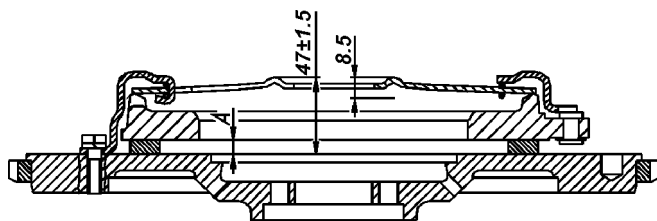

Рис. 5.5. Проверка положения лепестков пружины и нажимного усилия:
Положение педали выключения сцепления регулируется изменением длины толкателя 13 (рис. 5.5) главного цилиндра выключения сцепления. Полный ход педали сцепления должен быть 130 ± 20 мм. Свободный ход (5-8 мм) обеспечивается конструкцией сцепления и не регулируется.
2. Закрепите диск на плите или маховике (рис. 5.5), равномерно по окружности поместив между ними шаблон ведомого диска или три шайбы толщиной 9,5 мм.
- отсоедините шланг 4 (см. рис. 5.5) от соединительной муфты рабочего цилиндра;